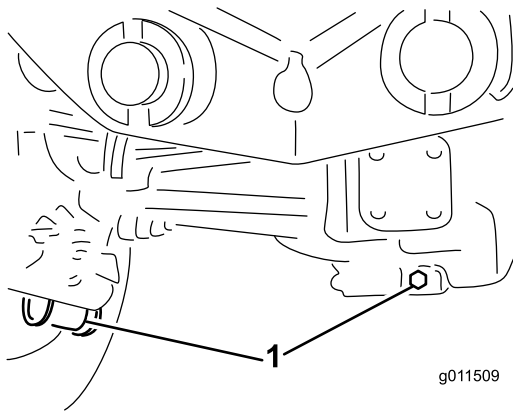

Figura 91
2. Limpe a zona em redor dos 3 tampões de escoamento, 1 em cada extremidade e 1 no centro (**Figura 91**).